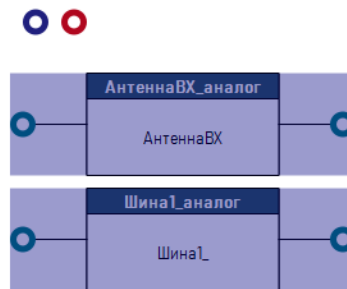

Рисунок 299 – Выделенные блоки
- 1) Выделить блоки (или символ входа/выхода и блок) на схеме (рисунок 299).